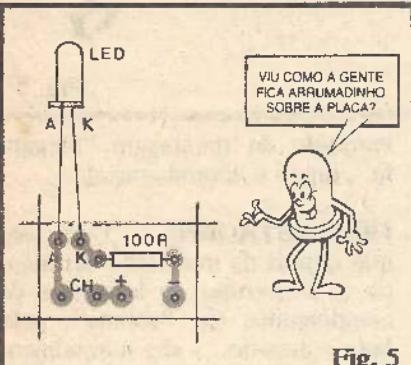
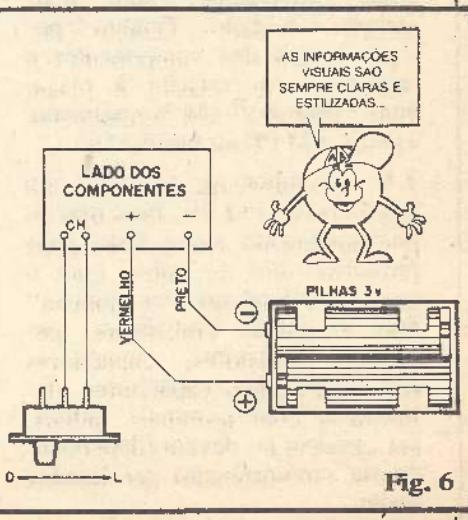

Fig. 5
Fig. 6
- **FIG. 5** - O diagrama de montagem propriamente, que mostra sempre o LADO NÃO COBREADO DA PLACA, com os componentes já posicionados, é, aqui em ABC (e nas outras publicações da KAPROM EDITORA...) chamado de "**CHAPEADO**" (um termo antigo, "do tempo da válvula" e que sobreviveu no jargão de Eletrônica, até hoje...). Notar que o chapeado é sempre mostrado também em **tamanho natural** (escala 1:1) e não passa de uma visão "do outro
FIG. 6 - Depois do chapeado (que mostra a placa pelo lado não cobreado, com os principais componentes devidamente posicionados - ver fig. 5), nas instruções contidas em ABC surgirá **sempre** o **DIAGRAMA DE CONEXÕES EXTERNAS À PLACA**. Conforme fica claro na fig. 6, nesse importante diagrama a placa será **sempre** vista **ainda pelo lado dos componentes** (não cobreado, como no chapeado...). Porém, para facilitar a visualização, nos diagramas de conexões externas, os componentes **sobre** a placa são "ignorados" (não são mostrados, uma vez que já foram vistos no chapeado...). Apenas as ilhas periféricas, normalmente posicionadas na borda da placa e especificamente destinadas às conexões externas, permanecem mostradas e devidamente codificadas e identificadas. A visualização das peças ou componentes externos, respectivas ligações e todos os detalhes técnicos necessários, são **sempre** fornecidos no diagrama (polaridades, posições, eventuais codificações de cores em fios, sentido de acionamento de controles, chaves, potenciômetros, etc.). Por razões técnicas de desenho e espaço, esses complementos externos à placa, **nem sempre** são mostrados em escala, ou seja: suas dimensões relativas podem não "bater" com os tamanhos reais das peças. A fig. 6 mostra um caso típico dessa desproporção inevitável: a chave H-H (interruptor) é mostrado quase do tamanho do suporte com as pilhas, quando, na verdade, é muito mais pequena em relação a este. Essa "quebra" de proporções ocorre por ser inevitável o eventual detalhamento justamente das peças menores e suas conexões. Em detrimento da "perfeita geometria" da figura, temos então - como vantagem - uma informação mais perfeita e detalhada, sobre "o que está ligado onde".
ca, basta friccioná-la com palha de aço fina ("Bom Bril") ou lixa fina, até que o cobre se mostre brilhante. Já os terminais de componentes ou pontas de fios, devem ser raspados com uma lâmina ou estilete, também até que fiquem brilhantes. Isso feito o componente pode ser assentado no lado não cobreado, tendo seus terminais convenientemente dobrados e "enfiados" nos respectivos furos (respeitando as indicações do chapeado, como na fig. 5). Em seguida, procede-se à soldagem: